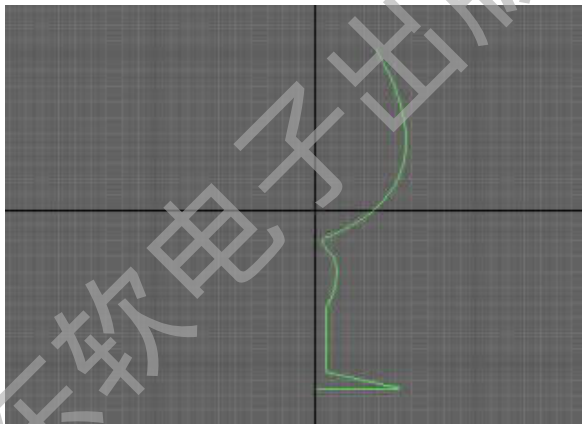

图 2-48 绘制外形
Step 1. 使用线绘制出酒杯的外轮廓,如图 2-48 示。